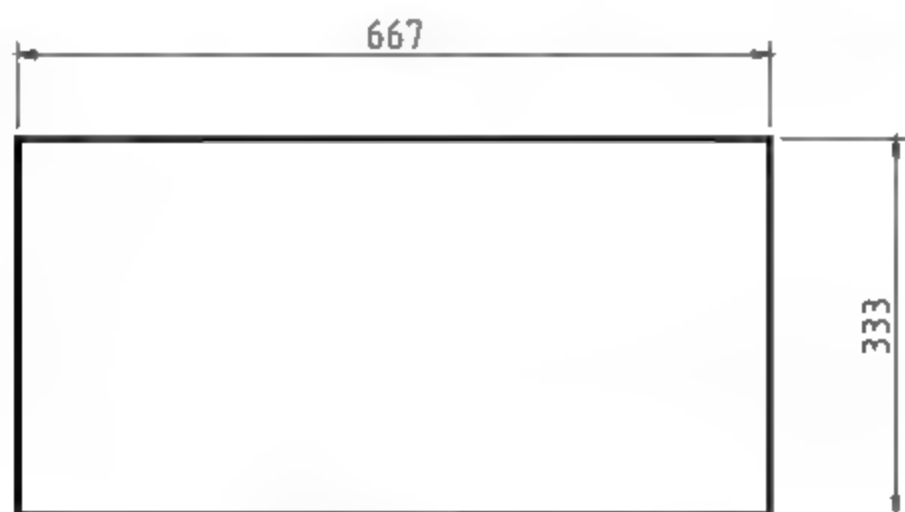

图2-152 绘制矩形
- (1) 新建空白文件，调用L【直线】命令，绘制直线，如图2-152所示。